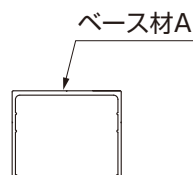
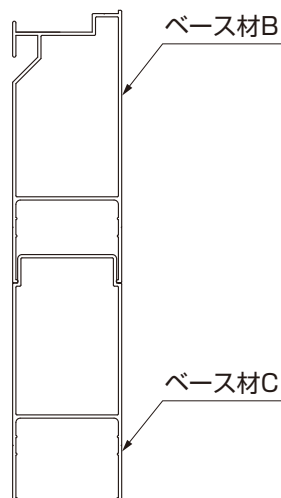

図2-28
図2-29
- ベース材には種類があります。(図2-28、図2-29、図2-30参照)